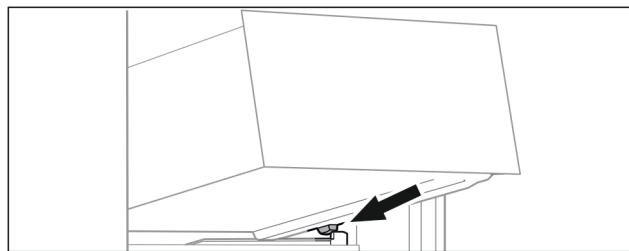

Fig. 61
- ▶ Встановити висувний ящик за стопорами на ребро для резервуару навскоси. (див. Fig. 61)